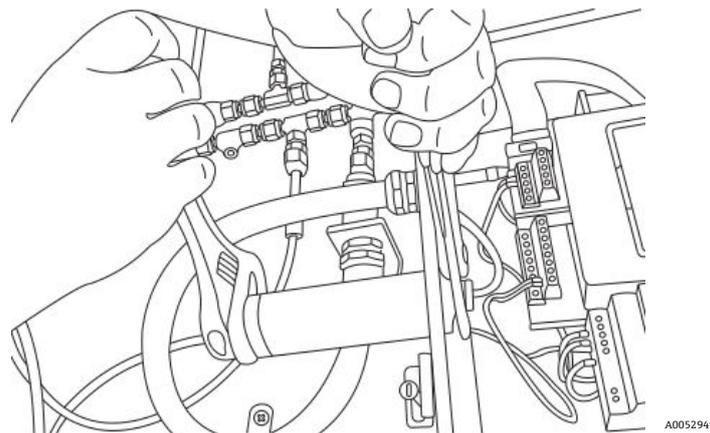

Abbildung 83. Drucksensor entfernen
8. Mit einem Rollgabelschlüssel die Mutter für die Montage auf einer Analysetafel vom Drucksensor auf der Innenseite des Gehäuses lösen. Siehe Abbildung 83.